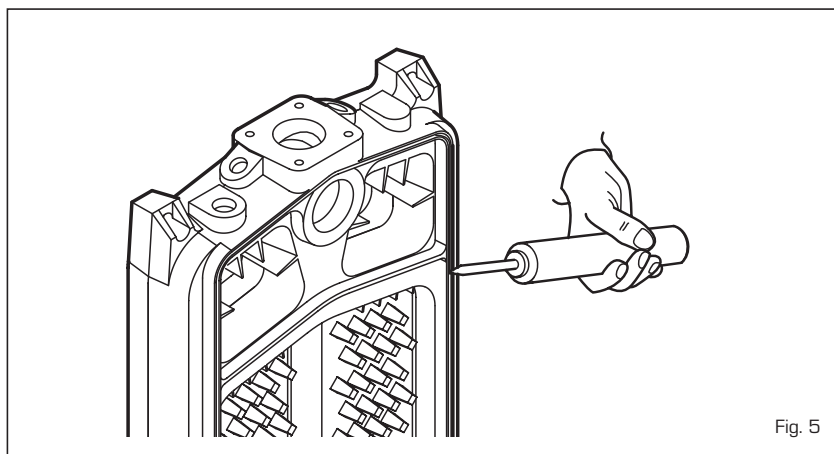

Fig. 5
- doe de pleisterkalkstreng (fig. 5) in de groef die voor de rookgasafdichting van het achterste kopstuk bestemd is;